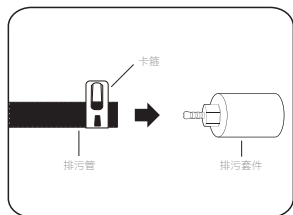

图 3
- 安装排污装置，按(图3)中所示将机器后部黑色排污管和排污套件安装在一起，并用卡箍锁紧。